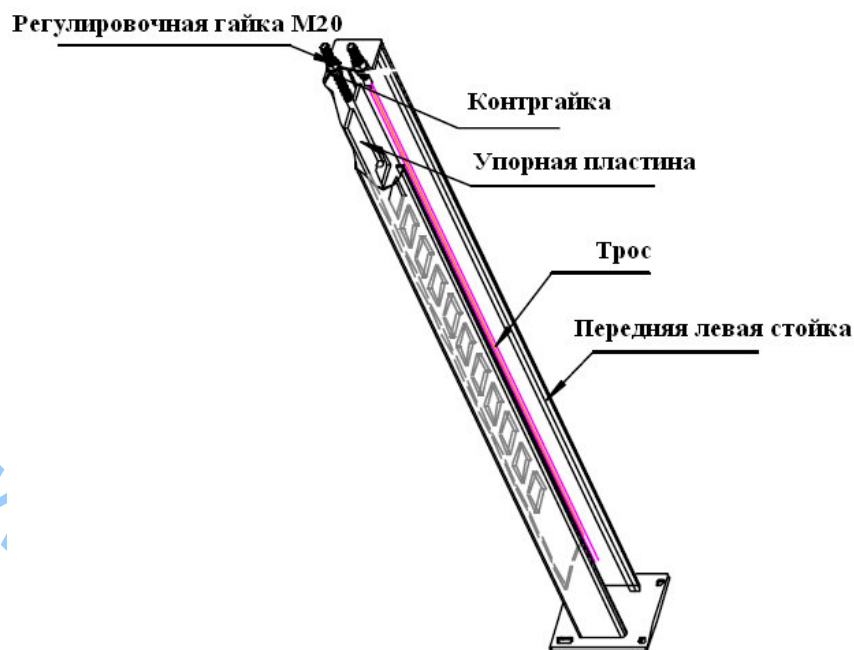

Рисунок 4
2. Затянуть до конца контргайку на штифте пластины страховочного устройства. Установить пластину на заднюю часть стойки (рис.4). Пластина должна быть направлена к задней части стойки со стороны от осевой линии штифта.